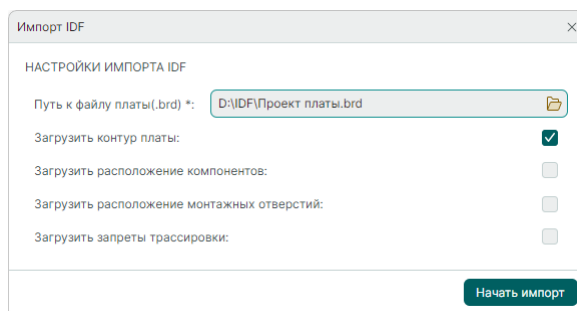

Рис. 120 Импорт IDF
4. Укажите в окне «Импорт IDF» путь к файлу, из которого необходимо импортировать данные, см. Рис. 120.